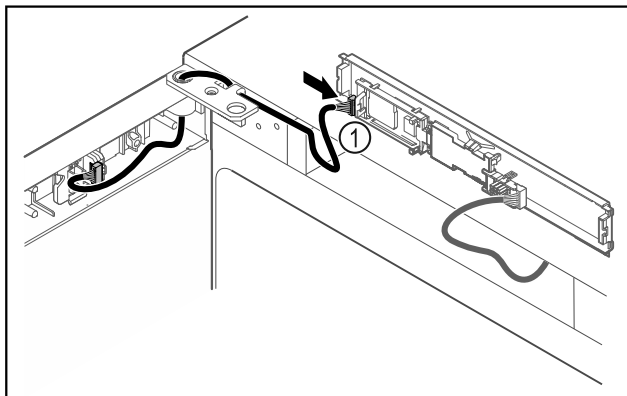

Fig. 48
- Включете щекера Fig. 48 (1) на платката.